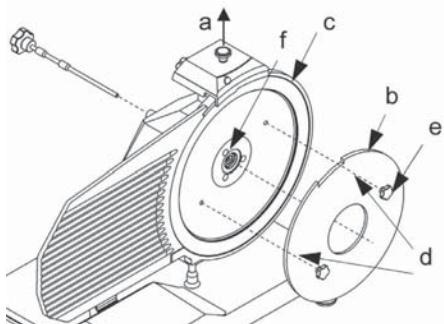

FIG. nr. 7 – Montarea sculei de extragere a lamei (b)
Pentru a curăta față opusă este necesar să se scoată lama (vezi FIG. nr. 7).
- demontarea apărătoarei lamei (vezi FIG. nr. 7);